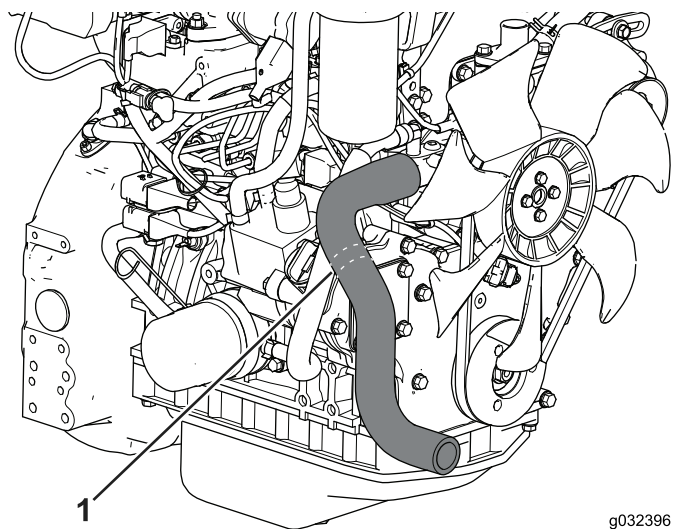

Figure 18
1. Localisez le flexible de radiateur (Figure 18).
2. À l'aide d'un outil de coupe, coupez le flexible de radiateur au niveau des traits (Figure 18).